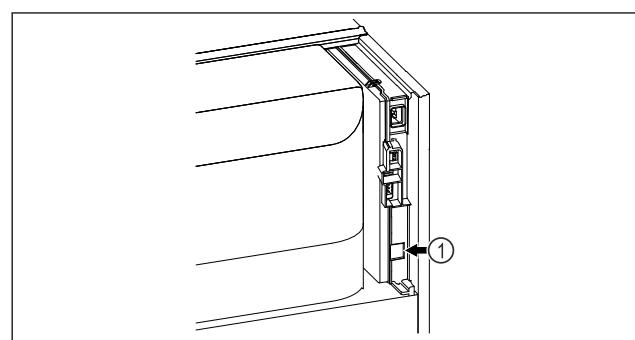

Fig. 180
- SmartModule Fig. 180 (1) ist eingesetzt.